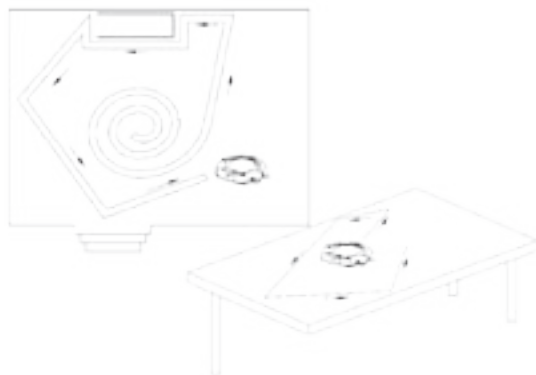

Fig. 2
2. Как показано на Рис. 2, поверните боковую щетку (4), чтобы можно было вставить отвертку, ослабьте винт, извлеките использованную щетку и замените ее новой.